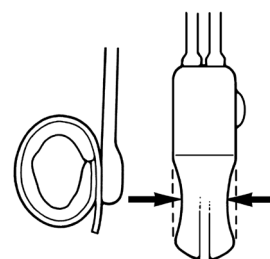

Figura 4-40. Attivazione (nuova attivazione) del sistema (uscita dallo stato di disattivazione)
5. Premere ripetutamente il pulsante di disattivazione per allentare la testa della valvola. (**Figura 4-40**) Quindi premere a fondo, velocemente, il bulbo della pompa una volta.